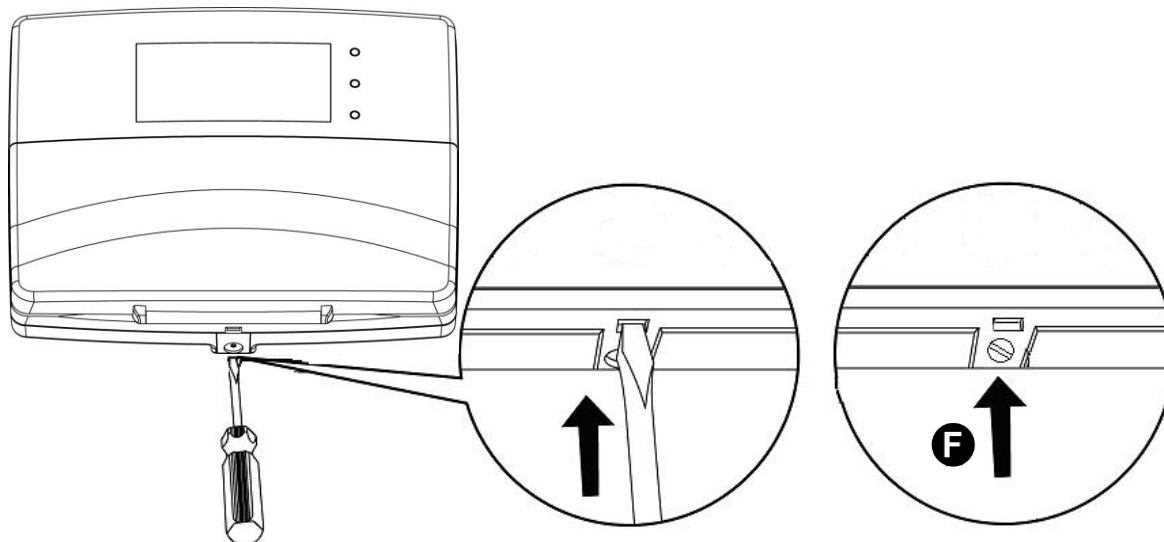

Figura 29 – Installazione 1068/021
5. Richiudere la tastiera avvitando la vite fornita nel foro (*Punto 1 – Figura 29 - F*).